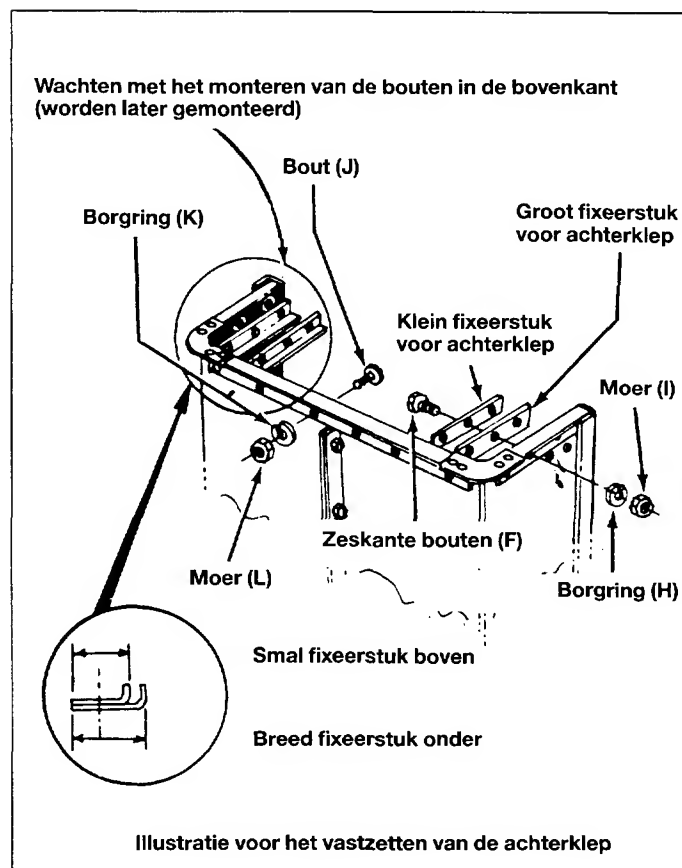

Fig. 5
7. Monteer de fixeerstukken voor de achterklep (Z) op de achterzijde van de wagen. Zie fig. 5.
8. Monteer de bouten (J) door de onderkant van de wagen en door de fixeerstukken. Monteer de borgringen (K) en de moeren (L). Deze alleen aanbrengen en nog niet aanhalen. De bouten worden aan de binnenzijde van de wagen aangebracht. Zie fig. 5.
9. Monteer de fixeerstukken (S) op de achterklep (de openingen evenwijdig met de versterking van de achterklep en de zijden van de wagen). Zie fig. 5.
10. Vastschroeven met de 6 zeskante bouten (F), borgringen (H) en moeren (I). Zie fig. 5.